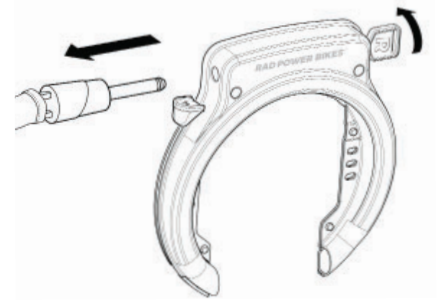

Figure 14 : Retirez la chaîne de sécurité
- c. Ensuite, tournez à nouveau la clé dans le sens des aiguilles d'une montre tout en retirant la chaîne de sécurité de la serrure (Figure 14).